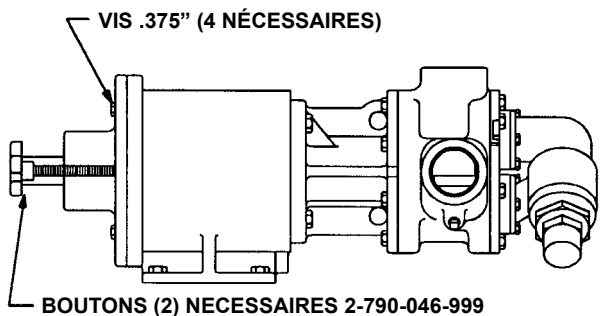

FIGURE 7
1. Si l'unité a un accouplement d'entretoise, le support de l'accouplement peut rester boulonné à la base. Sans accouplement entretoise, il faut soit retirer le réducteur, soit déboulonner l'accouplement. Retirez les canalisations de la pompe, permettez un dégagement en bout minimum de 4 pouces au delà de l'extrémité de l'arbre de l'accouplement. Insérez (2) boutons de .5" U.N.C. qui ont un minimum de 4.5" de filetage dans les deux trous taraudés à 9 heures et à 3heures au dos du logement de roulement. Retirez les (4) vis de .375. Voir Figure 7.